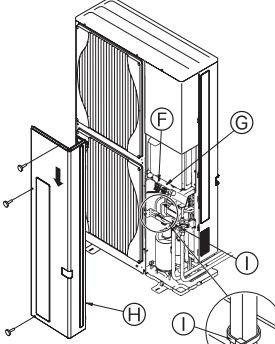

Fig. 6-2
6.1. Outdoor unit (Fig. 6-1, Fig. 6-2)
① Remova o painel de manutenção.
② Ligue os cabos consultando a Fig. 6-1 e a Fig. 6-2.